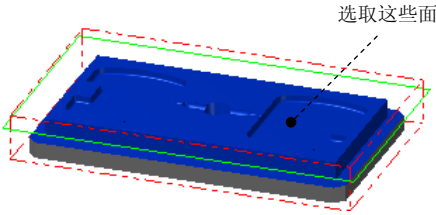

图 20.6 选取加工面
(1) 选取加工面。在图形区中选取图 20.6 所示的面（共 79 个面）为加工面，然后按 Enter 键，系统弹出“刀具路径的曲面选取”对话框。